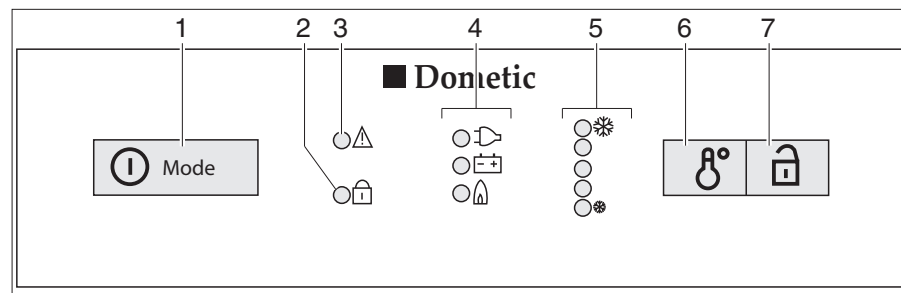

Fig. 134 Boutons de commande pour le réfrigérateur (Dometic Série 8 avec MES)
- Appuyer sur le commutateur/sélecteur de source d'énergie (Fig. 134,1) pendant 2 secondes pour mettre l'appareil en marche. La DEL du mode de fonctionnement sélectionné en dernier lieu s'allume.
- Le cas échéant, appuyer plusieurs fois brièvement sur le commutateur/sélecteur de source d'énergie (Fig. 134,1) jusqu'à ce que l'affichage de fonctionnement gaz "🔥" s'allume. L'arrivée de gaz est ouverte. L'allumage s'effectue de manière automatique. Un tic-tac est distinctement perceptible jusqu'à ce que la procédure d'allumage soit effectuée avec succès.
- Régler la température de réfrigération avec l'interrupteur pour le réglage de la température (Fig. 134,6).
- Le cas échéant, appuyer plusieurs fois brièvement sur le commutateur/sélecteur de source d'énergie (Fig. 134,1) jusqu'à ce que l'affichage de fonctionnement 230 V "⏏" s'allume.
- Le cas échéant, appuyer plusieurs fois brièvement sur le commutateur/sélecteur de source d'énergie (Fig. 134,1) jusqu'à ce que l'affichage de fonctionnement 12 V "⏏" s'allume.